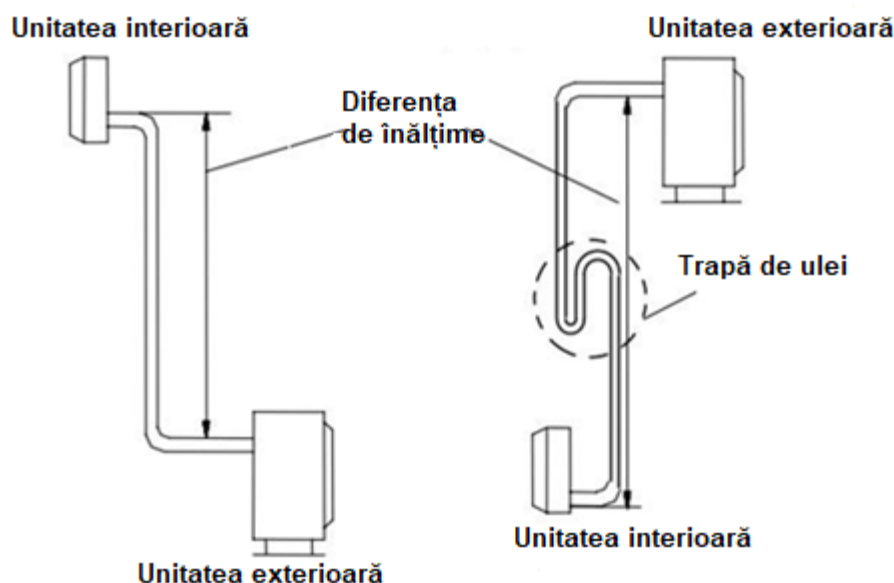

Figura 3.
- - În cazul în care unitatea exterioară este instalată la o altitudine mai mare decât unitatea interioară și lungimea conductei depășește 10 m, pe conducta de gaz trebuie instalat o capcană (trapă) de ulei la fiecare 8 m (figura 3).